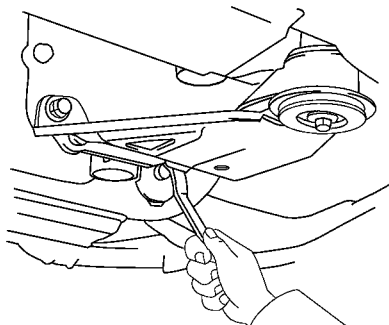

图 14-75 用 4 个螺栓安装 LH 支架
(4) 安装 LH 支架。用 4 螺栓安装 LH 支架，如图 14-75 所示。